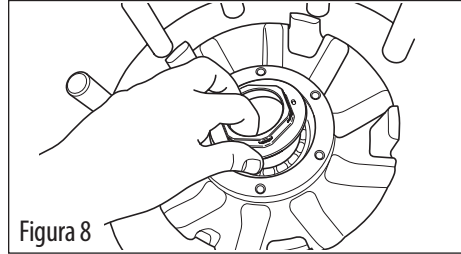

Figura 8
2. Coloque la tuerca de husillo y la arandela contra el balero externo (vea la figura 8).